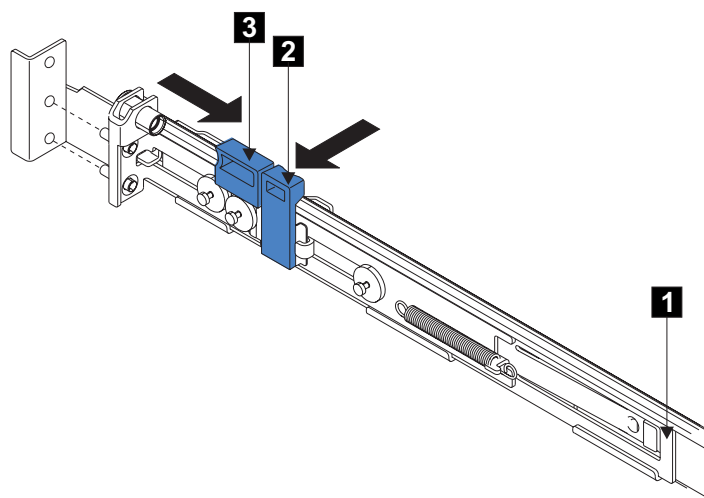

図 115. 後部のラッチ・ロック・キャリア・アセンブリーを開く
5. 後方のレール・ブラケット **1** (図 115) を、止まるまでレールの前面方向に押しします。これで、レールはその一番短い長さに調整されます。